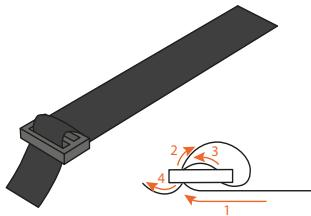

Abbildung 13 - Zusammenbau von Gurt und Schnalle.
- 14.** 14. Nehmen Sie die restlichen Schnallen und befestigen Sie sie an den Gurten wie in Abbildung 13 gezeigt.